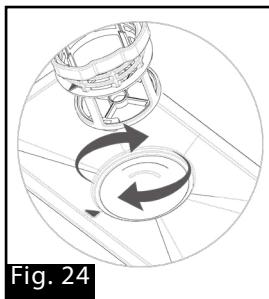

Fig. 24
5. Vuelva a colocar el filtro después de limpiarlo (Fig. 24). El filtro cilíndrico debe montarse en el sentido de las agujas del reloj hasta que la marca triangular del filtro y la red del filtro estén en el mismo punto.